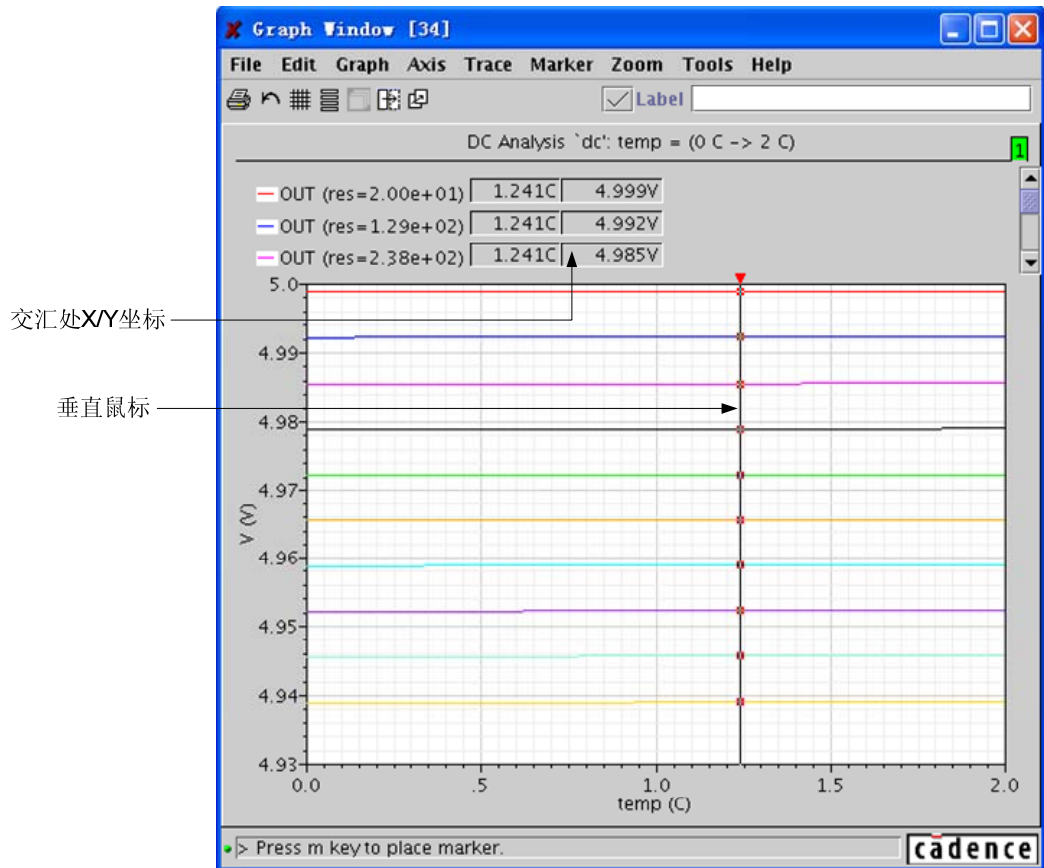

图 12.25 选择“Trace” → “Vert Cursor” 开启垂直光标
- 选择“Trace” → “Vert Cursor”，开启垂直光标。如图 12.25 所示。